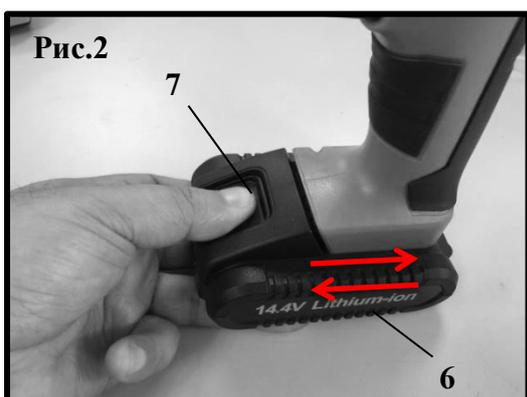

Рис.1
- Нажмите на пусковой выключатель **3** Рис.1, чтобы включить инструмент.
- Отпустите пусковой выключатель **3** Рис.1, чтобы выключить инструмент.
- При увеличении давления на пусковой выключатель **3** Рис.1 и **5** скорость увеличивается.
- При уменьшении давления на пусковой выключатель **3** Рис.1 и **5** скорость уменьшается.